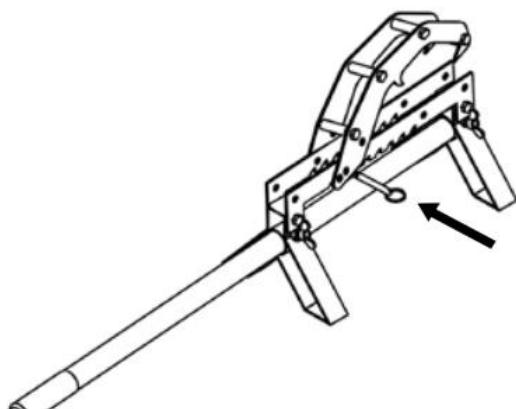

Figura 5
6. Infine (se non già fatto durante il montaggio nel Capitolo 1), montare il fine corsa come mostrato in Figura 5
Infine (se non già fatto durante il montaggio nel Capitolo 1), montare il fine corsa come mostrato in Figura 5